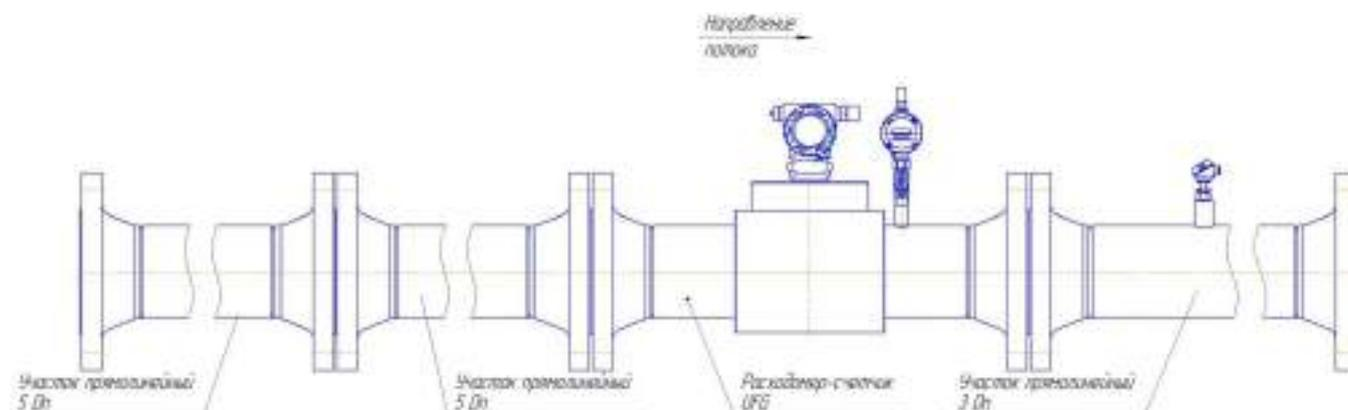

Рисунок 2.16 – Пример составного прямолинейного участка длиной 10D
2.5.6 Прямолинейные участки ИТ могут быть изготовлены из одной или нескольких секций, в соответствии с пп. 2.5.1, 2.5.2, 2.5.3. Пример составного прямолинейного участка длиной 10D (Рисунок 2.16).